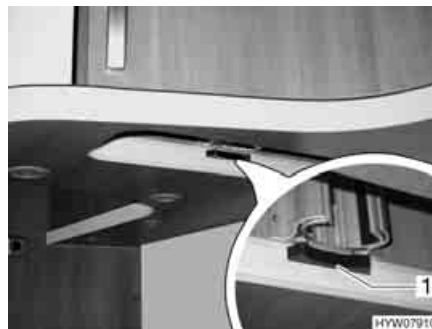

Fig. 88 Mobiletto porta TV
- Spingere la leva di bloccaggio (Fig. 88,1) verso l'alto.